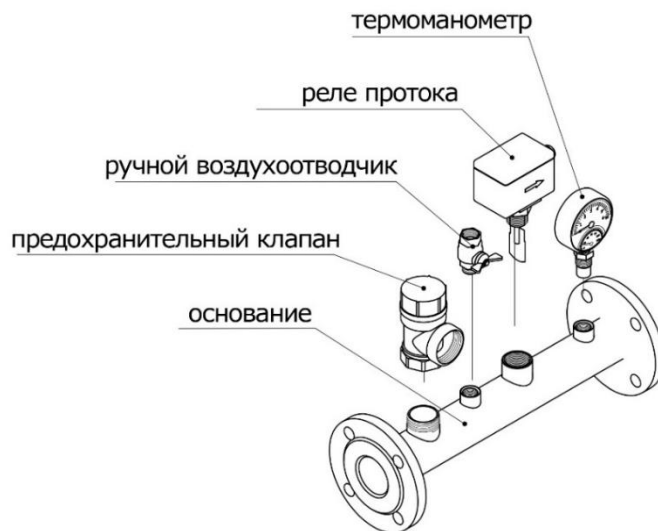

Рис. 4
6.5. Реле протока монтируется на основании группы безопасности (см. рис. 4) так, чтобы направление потока совпадало с направлением стрелки на корпусе. Перед монтажом на рычаг реле протока необходимо установить подходящий по размеру лепесток из комплекта поставки. Лепесток реле протока при перемещении не должен касаться стенок трубы и при этом быть максимально возможным по размеру (допускается корректировать размер лепестка, отрезая ножницами лишние участки лепестка). Нормально разомкнутые зажимы переключателя реле протока необходимо к соответствующему кабелю электродвигателя (кабель реле протока при транспортировке электродвигателя закреплён хомутом на выходном патрубке).
6.8. Ручной воздухоотводчик (см. рис. 4) предназначен для выпуска воздуха при заполнении системы отопления и подачи воздуха в систему отопления при сливе теплоносителя.